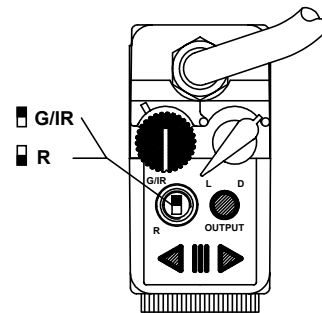

Figure 5
- Select the emission light type by means of the proper switch (fig.5): red or infrared for models TL80F-05X, green or red for all other models, according to table 2.
- Selezionare il tipo di emissione per mezzo dell'apposito interruttore (fig.5): rossa o infrarossa per i modelli TL80F-05X, verde o rossa per tutti gli altri modelli, in accordo con quanto riportato in tabella 2.
The TL80 unit gives the possibility of choosing red or green emission (red or infrared for optic fibre model -05X), to get the best resolution of the contrast between mark and background. To select the emission color, position the switch shown in figure 5, according to table 2. **The standard TL80 unit is supplied with the emission selected to green (for green/red emission models) or infrared (for red/infrared emission models).**
Con la fotocellula TL80 è possibile scegliere tra due tipi di emissione, rossa o verde (rossa o infrarossa per le fibre ottiche modello -05X); ciò permette di ottenere la miglior risoluzione in termini di contrasto tra la tacca da rilevare e lo sfondo. Per selezionare l'emissione rossa o verde agire sull'interruttore indicato in fig.5, seguendo le indicazioni della tabella 2. **La configurazione standard prevede l'emissione verde (per i modelli con emissione rossa/verde) o infrarossa (per i modelli con emissione rossa/infrarossa).**